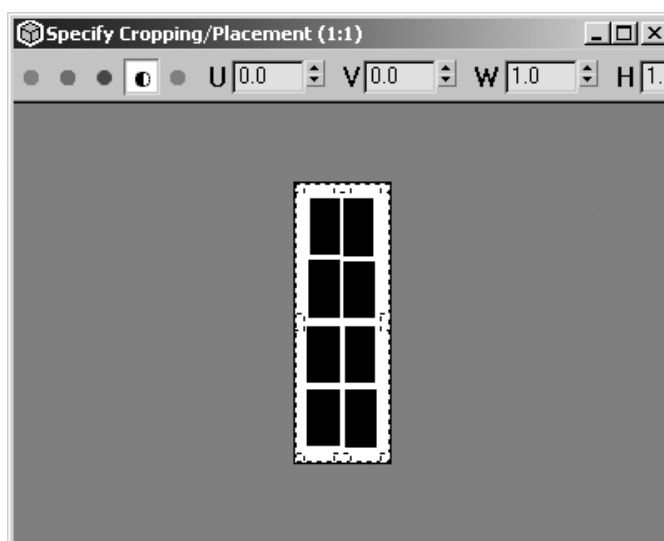

Рисунок 18.27.
7. Щелкните на кнопке Display Alpha Channel (Отображение альфа-канала), расположенной рядом с кнопкой канала синего цвета. При этом изображение меняется для отображения черно-белого окна (рис. 18.27).